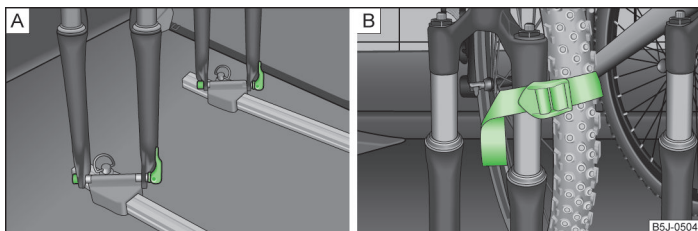

Fig. 58 Montar la bicicleta/ejemplo de fijación de la rueda delantera
- Coloque la horquilla de la bicicleta sobre el eje de fijación y aprétela mediante la sujeción rápida » fig. 58 - **A**.
- Es mejor colocar la rueda delantera desmontada entre la biela del pedal izquierdo y el marco de la bicicleta, y fijarla mediante una correa a la horquilla delantera » fig. 58 - **B** o bien a uno de los elementos de sujeción.